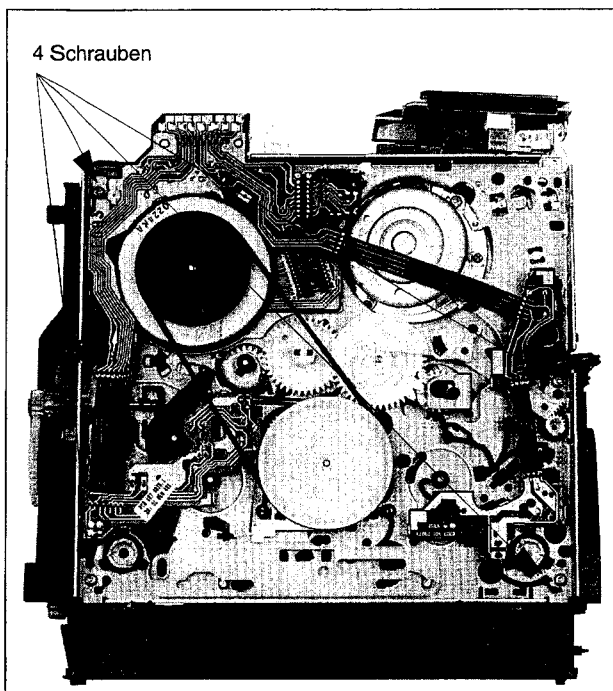

Abb. 1-13
- Die 4 Befestigungsschrauben des Kassettenfachs an der Unterseite des Laufwerks lösen (Abb. 1-13).